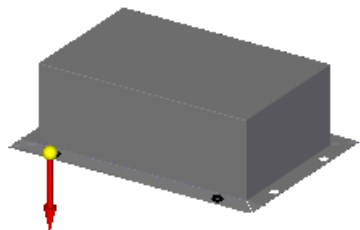
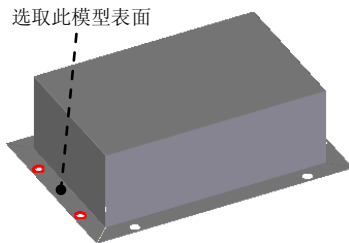

图 8.12.25 定义移除方向
图 8.12.26 法向除料特征 3
③ 单击“主页”操控板中的“关闭草图”按钮 ，退出草图绘制环境。
(3) 定义法向除料特征属性。在命令条中单击“厚度剪切”按钮  和“全部穿透”按钮 ，并将移除方向调整至图 8.12.25 所示的方向。
(4) 单击 **完成** 按钮，完成特征的创建。
Step15. 创建图 8.12.26 所示法向除料特征 3。
(1) 选择命令。在“主页”功能选项卡“钣金”工具栏下拉列表中单击 **打孔** 按钮 ，选择 **法向除料** 命令。
(2) 定义特征的截面草图。
① 选取草图平面。在系统 **单击平的面或参考平面。** 的提示下, 选取图 8.12.26 所示的模型表面为草图平面。